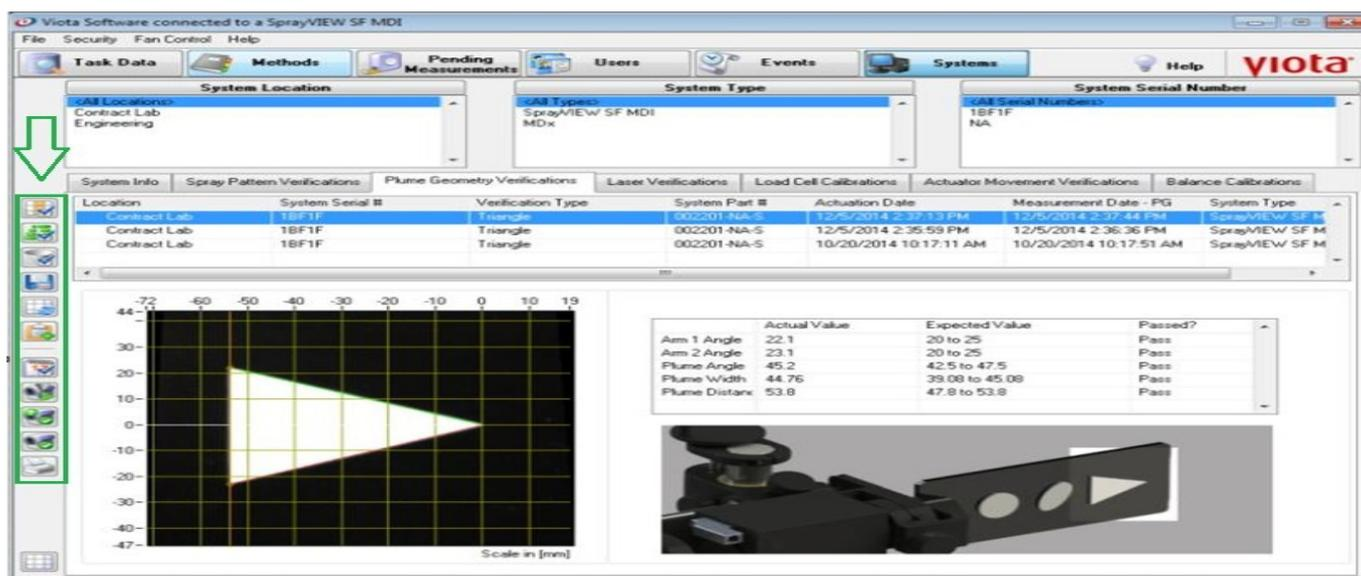

Figura 52. Guia Verificações de Geometria da Pluma. Visualização de aprovações da verificação de geometria de pluma.
- Clique no botão *Approve Imagem Verification* para aprovar o registro de de verificação de Geometria de Pluma conforme Figura 52, e quando solicitado insira seu registro eletrônico, com o clique na assinatura. Assim que um registro de verificação da geometria da pluma for aprovado, uma marca de aprovação aparece a esquerda da primeira coluna. Filtre os registros de de verificação de Geometria de Pluma alternando os seguintes botões:
- Clique no botão *Show Only Approved Image Verifications* para ver apenas verificações de imagens aprovada, conforme Figura 52.
- Clique no botão *Hid Approved Verifications* para ocultar verificações de imagens aprovadas, conforme Figura 52.
- Clique no botão *Show All Image Verifications* para ver todas as verificações de imagem, conforme Figura 52.